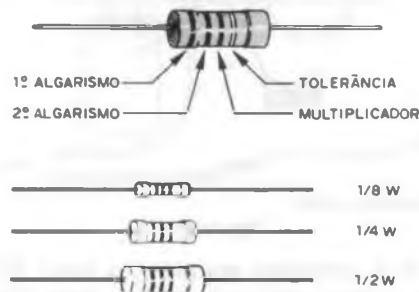

figura 9
b) Os resistores vêm indicados pela letra R. Normalmente são exigidos resistores de 1/8, 1/4 ou 1/2W. O leitor, na falta de um de pequena dissipação, pode sempre usar um outro um pouco maior. Por exemplo, um de 1/4W substitui um de 1/8W, do mesmo modo que um de 1/2W substitui um de 1/4W de mesmo valor de resistência, ou seja, que tenha os três anéis da mesma cor. (figura 9)